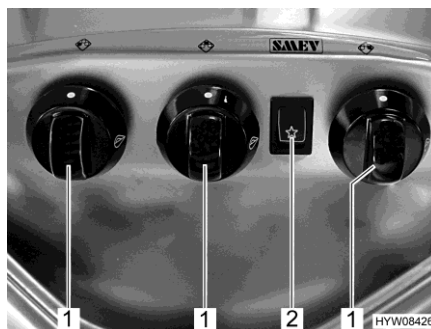

Bild 192 Reglage, knappar (gasspis)
- Vrid vridregulatorn (Bild 192,1) till önskad låga till tändningsläge (stor låga).
- Tryck på vippkontakten (Bild 192,2). Nu bildas tändgnistor vid brännaren.